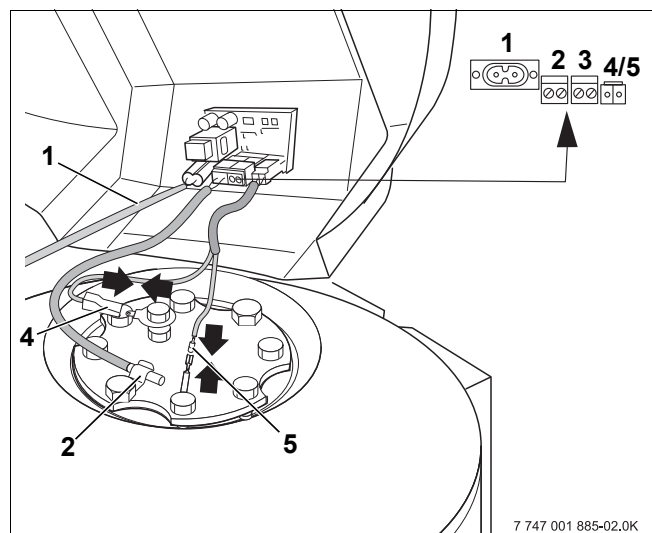

Рис. 18 Подсоединить регулирование инертного анода IMP
- Снова установить два соединения плоских контактов: плоский контакт (рис. 18, **поз. 4**) к подсоединению анода и круглый штекер (рис. 18, **поз. 5**) к заземляющему контакту.
- Вдвинуть температурный датчик (рис. 18, **поз. 2**) под крепление датчика.
- Снова подсоединить все три штекера (рис. 18, **поз. 1, 2 и 4/5**) к IMP.